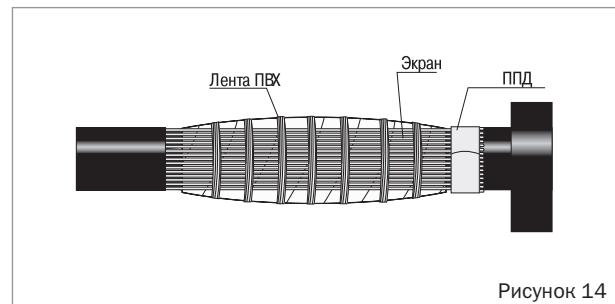

Рисунок 14
- Снять бандаж с проволоки экрана на разделке с предустановленной ППД. Длинные проволоки экрана освободить от бандажа и разогнуть вдоль муфты, наложить на экран разделки с предустановленной ППД и закрепить, домотав проволоку (рисунок 14).